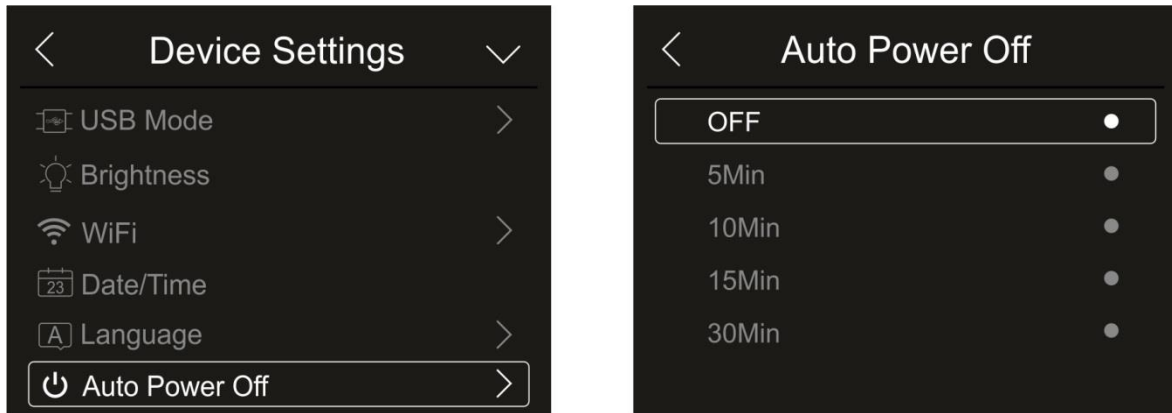

Fig. 18: Configuración autoapagado
1. Toque el texto “Auto Power Off” para realizar la configuración del tiempo de autoapagado del instrumento. Se muestra la pantalla de la Fig. 18– parte derecha: